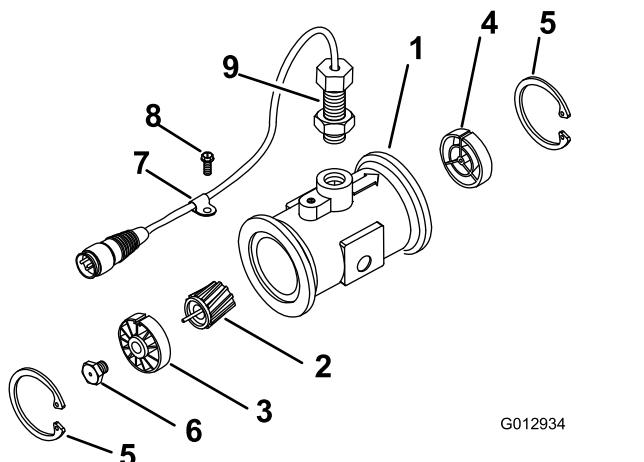

Рисунок 100
3. Снимите стопорное кольцо со стороны впуска (Рисунок 100).